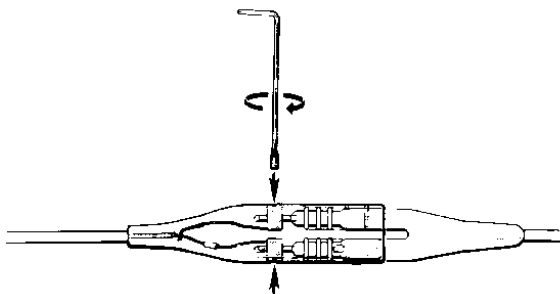

Figura 2. *Gire los tornillos en los orificios roscados a cada lado del adaptador.*
3. Utilice las llaves hexagonales suministradas con el tornillo de fijación unido y gire el tornillo en cada orificio roscado ubicado a cada lado del receptáculo del adaptador (véase la Figura 2).